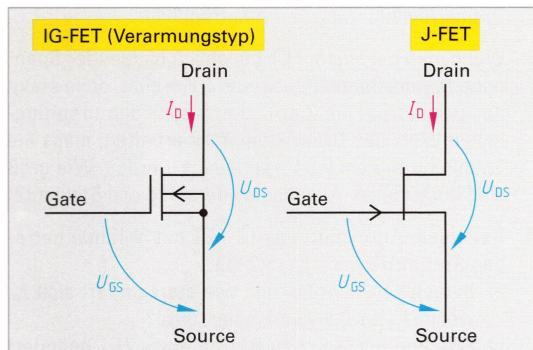

Bild 1: Bezugspfeile beim FET
- Ermitteln Sie aus den Ausgangskennlinien **Bild 1**, folgende Seite, a) U_{DSsat} und $U_{GS(OFF)}$ für $-U_{GS} = 3$ V, b) I_{DSS} bei $U_{DS} = 6$ V.
- Ermitteln Sie mithilfe der Kennlinien **Bild 1**, folgende Seite, $U_{GS(OFF)}$, U_{GS} , wenn $U_{DSsat} = 2$ V beträgt, R_{GS} für $I_{GSS} = -4$ nA und P_- für $U_{DS} = 15$ V.
- Bestimmen Sie mithilfe der Kennlinien **Bild 1**, folgende Seite, $U_{GS(OFF)}$, U_{DSsat} für $-U_{GS} = 1$ V, I_{GSS} für $R_{GS} = 10 \text{ T}\Omega$ sowie P_- für $U_{DS} = 10$ V.
Die Steilheit S und der differenzielle Ausgangswiderstand r_{DS} bestimmt man aus den Änderungen ΔI_D , ΔU_{GS} und ΔU_{DS} , die aus den Kennlinien **Bild 1** entnommen werden können.